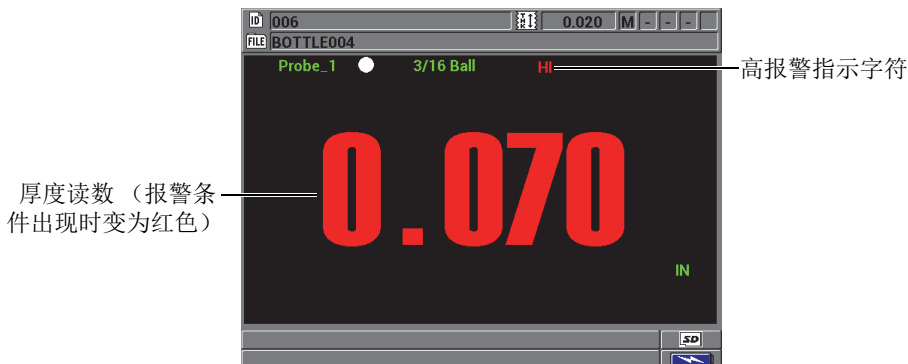

图 5-5 高报警指示字符示例
- 在测量屏幕的右上角，出现闪烁的 **HI**（高）或 **LOW**（低）报警指示字符（参见第 89 页的图 5-5）。